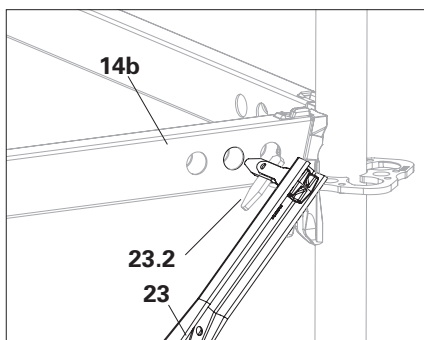

Fig. A4.07c
3. Raddrizzare il perno girevole (**23.2**). (Fig. A4.07c)